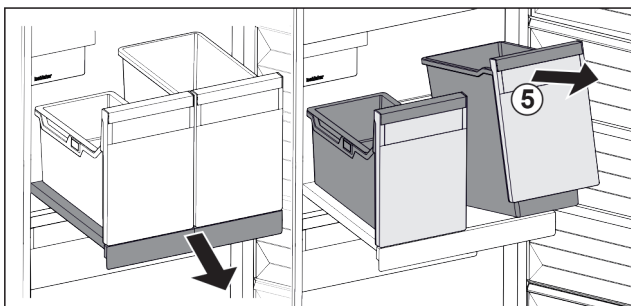

Fig. 18
- Tõstke anum Fig. 18 (5) eest üles.